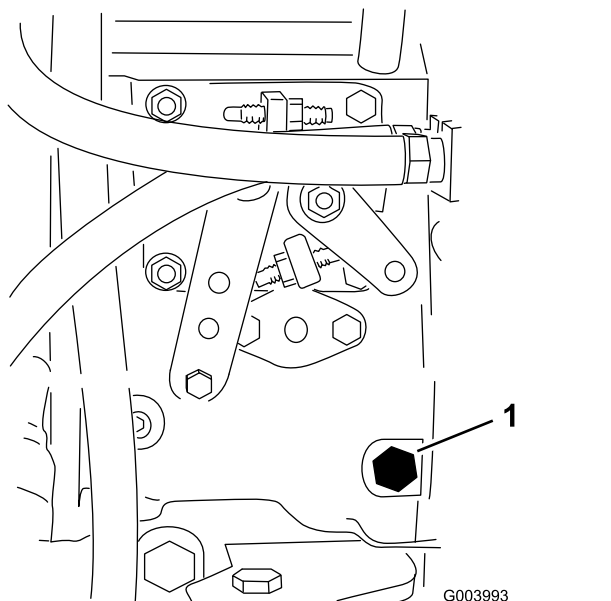

Figura 30
3. Desaperte o parafuso de purga que se encontra na bomba de injeção de combustível (Figura 30) com uma chave de 12 mm.